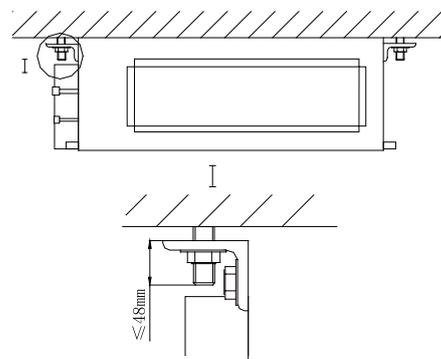

fig. 5
3. Installare l'unità interna sul soffitto, come mostrato in Fig. 5.